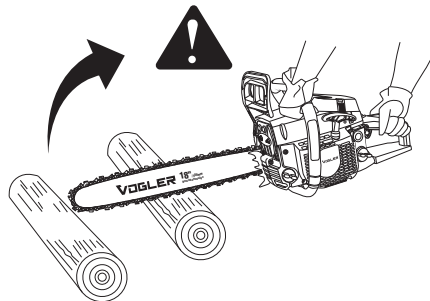

Abb. 1
- Ein Rückschlag durch Rotation kann auftreten, wenn die obere Spitze der Führungsschiene während des Sägevorgangs auf ein Objekt trifft (siehe Abb. 1 und 2). In diesem Fall kann die Kette abrupt in das Objekt eindringen und zum Stillstand kommen. Die Führungsschiene wird dann blitzschnell nach oben und zurück in Richtung der benutzenden Person geschleudert.
- Schneiden Sie nicht mit der Spitze der Führungsschiene (siehe Abb. 1).